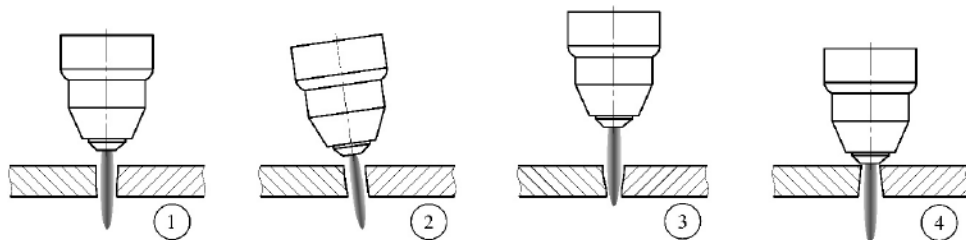

Рис. 9.1.3. Влияние угла наклона плазмотрона на качество реза.
3. Угол наклона плазмотрона к разрезаемому металлу (см. рис. 9.1.3).